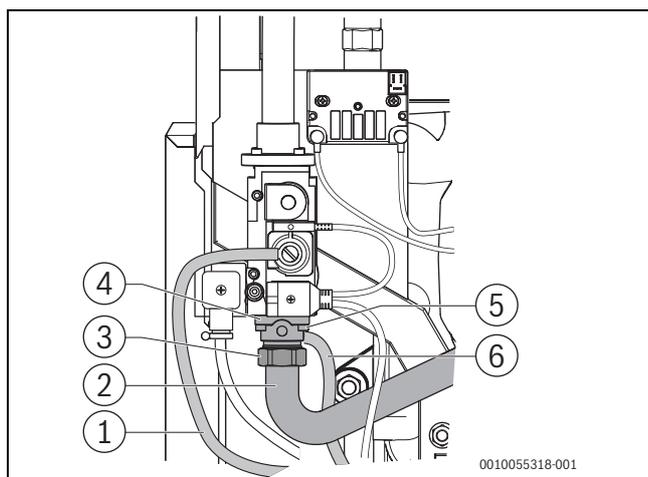

Fig. 25 Démontage du diaphragme du gaz (tailles de chaudière 75 ; 100 kW)
- ▶ Dévisser l'écrou-raccord du tuyau de gaz (→ fig. 25 et 26, [3]).
- ▶ Extraire les quatre vis hexagonales (→ fig. 25 et 26, [5]) sur la bride de raccordement [4] et retirer la bride du robinet. Veiller à ne pas endommager ou plier le tuyau de gaz [2].
#### Légende des figures 25 et 26:
- ▶ Vérifier si les câbles de mesure de compensation [1] et de pression de sortie du gaz [5] sont bien fixés (→ fig. 25 et 26 ainsi que fig. 78, page 68).